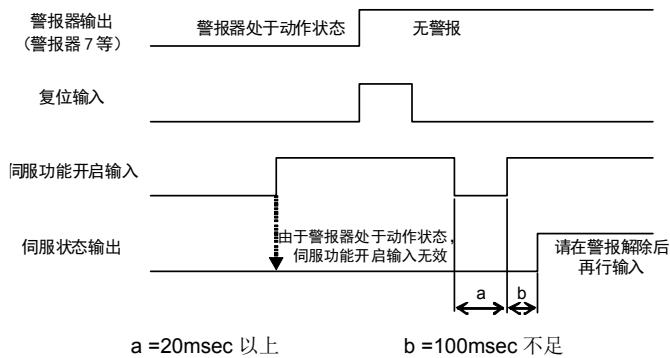

图 5.12 警报器动作时的伺服功能开启输入
- 警报器动作时，以及处于紧急停机输入的输入中时，本功能无效。（图 5.12）